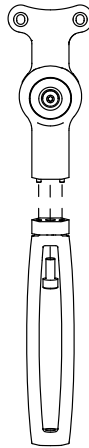

Figura 4.
4. Allineare la gamba di ricambio con la base utilizzando i perni di allineamento. Vedere **Figura 4**.
5. Inserire la nuova vite di fissaggio in dotazione (M6 x 14) attraverso la parte superiore della gamba e nella base utilizzando una chiave a brugola da 5 mm come illustrato in Figura 4. Serrare la vite a una coppia di **6,0 Nm (53 in-lbf)**.